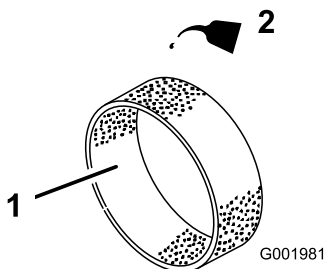

Figure 45
4. Imbibez l'élément de 30 à 60 ml d'huile (Figure 45).